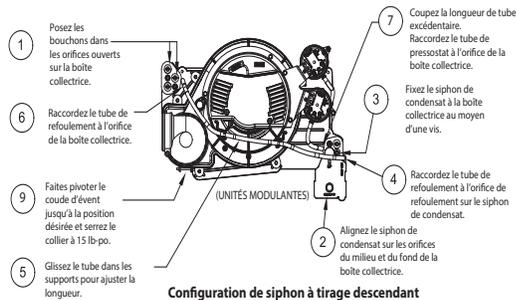

Fig. 8 – Configuration de siphon à tirage descendant (l'apparence peut varier)
Lorsque la chaudière est installée dans la position à tirage descendant, le siphon de condensat, tel que reçu de l'usine, se trouvera dans le coin supérieur gauche de la boîte collectrice. Consultez l'image du haut de la Fig. 8. Lorsque la chaudière est installée avec orientation à tirage descendant, le siphon de condensat doit être relocalisé pour que le drainage du condensat soit adéquat. Consultez l'image du bas de la Fig. 8.
- La Fig. 8 illustre le siphon de condensat et la tuyauterie avant et après le déplacement. Pour entamer la conversion du siphon, consultez la Fig. 8.